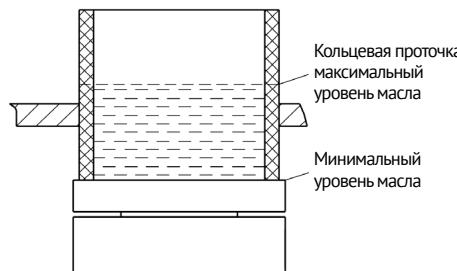

Рис. 7. Уровень залива масла в стакан.
6.7 Залейте масло в стакан до уровня, не превышающего максимальный (рис. 7). Вентиль сброса давления не устанавливайте.